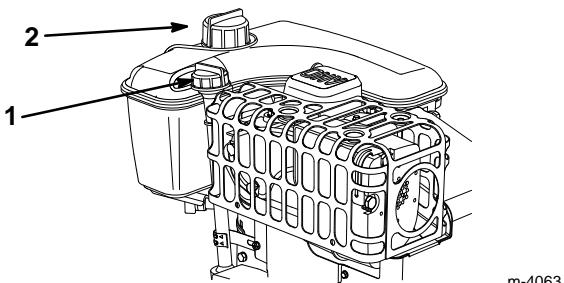

Figure 11
1. Nettoyez les abords de la jauge d'huile (Fig. 11).
2. Retirez la jauge du carter moteur (Fig. 11).
- Nettoyez les abords du bouchon du réservoir d'essence (Fig. 11).